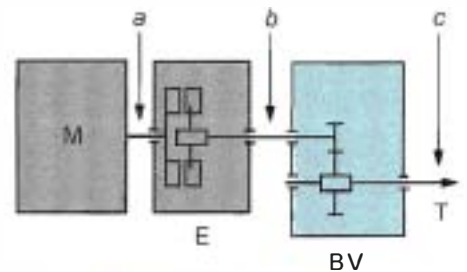

Figure 2.2 • Préparation au démarrage :
- **Préparation au démarrage** (figure 2.2). Le premier rapport de démultiplication doit être engagé. Cette manœuvre ne peut être réalisée sans désaccoupler temporairement le moteur de la boîte de vitesses car :